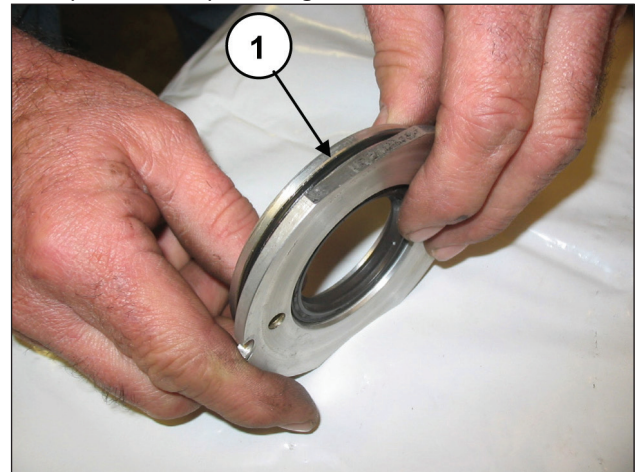
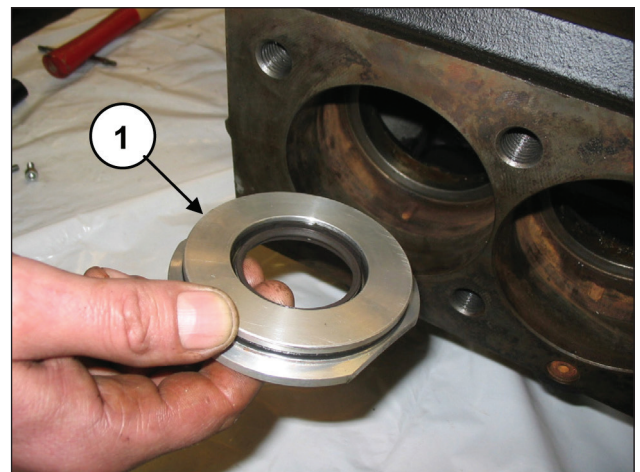

Fig. 175
Fig. 176
Posicione o anel O-ring (pos. ①, Fig. 175) na base da tampa da junta de óleo e insira o grupo montado no interior do cárter na respectiva base (pos. ①, Fig. 176).